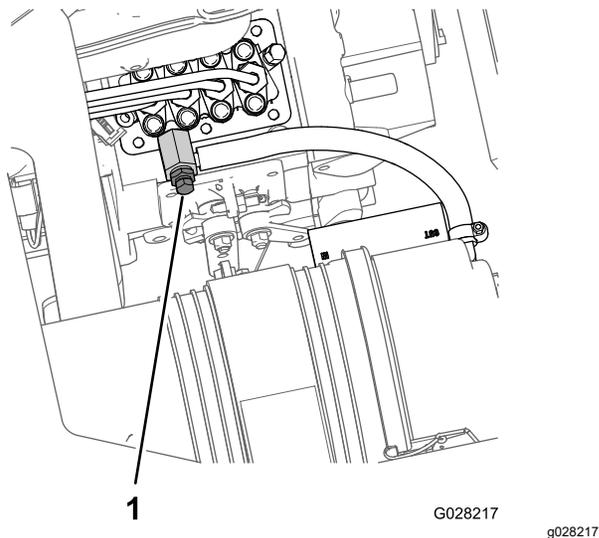

Рисунок 79
- Поместите сливной поддон под ту часть двигателя, где находится насос для впрыска топлива (Рисунок 79).
- Выверните винт стравливания воздуха из насоса для впрыска топлива (Рисунок 79).
- Оставьте ключ в положении Вкл. до тех пор, пока через продувочный винт не начнет вытекать сплошной поток топлива (Рисунок 79).
- Затяните продувочный винт (Рисунок 79) и поверните ключ в положение Выкл.